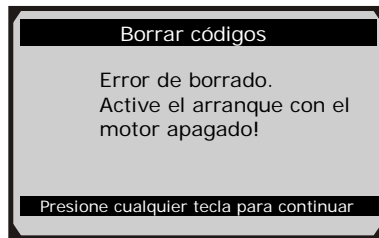

Figura 6.9
- Si los códigos no se borran, se mostrará el mensaje: “Error de borrado. Active el arranque con el motor apagado”. (Figura 6.9)